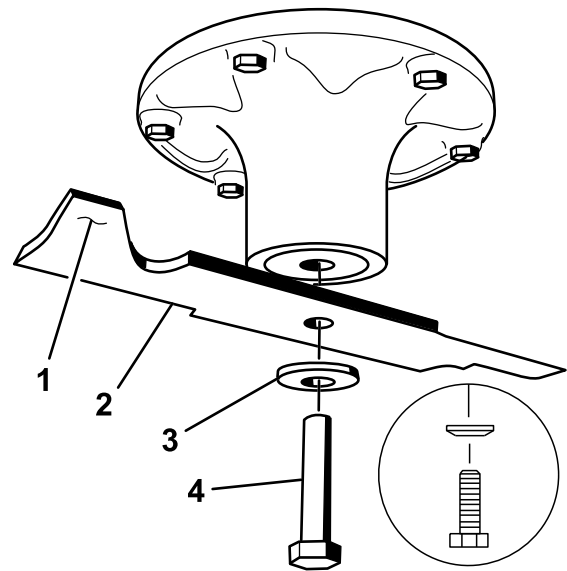
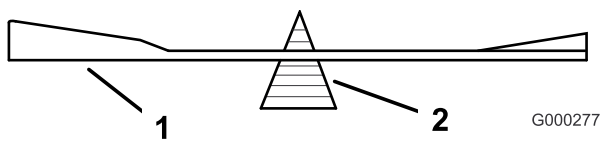

Figure 59
Figure 61
Tenez la lame à son extrémité avec un chiffon ou un gant épais. Enlevez de l'axe, le boulon, la rondelle bombée et la lame (Figure 59).
2. Vérifiez l'équilibre de la lame en la plaçant sur un équilibreur (Figure 61). Si la lame reste horizontale, elle est équilibrée et peut être utilisée. Si la lame est déséquilibrée, limez un peu l'extrémité de la partie relevée seulement (Figure 59). Répétez la procédure jusqu'à ce que la lame soit équilibrée.
1. Placez la lame sur l'axe (Figure 59).
2. Installez la rondelle élastique et le boulon de la lame. Le cône de la rondelle élastique doit être dirigé vers la tête du boulon (Figure 59). Serrez le boulon de lame à un couple de 135 à 150 Nm.